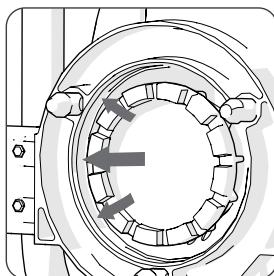

Fig 10 (arrows show inner wall of annular ring)
- Tenere l'anello anulare scrupolosamente pulito e libero da detriti. (**Fig. 10**)